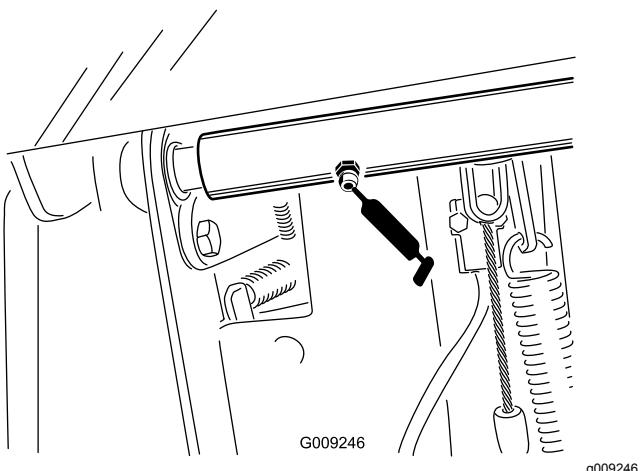

Figura 61
- 2 cuscinetti orientabili dell'albero del freno (Figura 61)